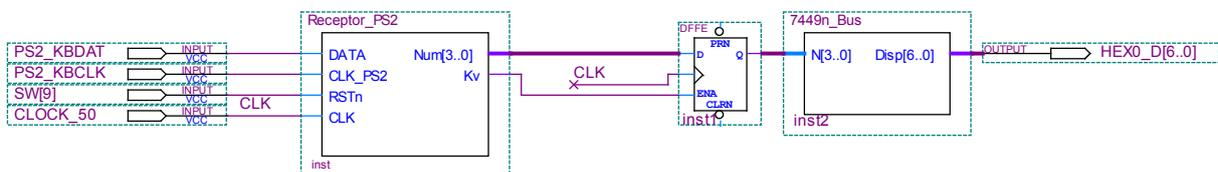

Figura 4. Circuito de prueba de la parte a)
- Verificar el funcionamiento del **Receptor_PS2**, probando el circuito de la figura 4 en la placa. Para ello se debe conectar un teclado en el conector PS2 de la placa. Observar que al soltar una tecla numérica, se despliega su valor en el display HEX0_D.